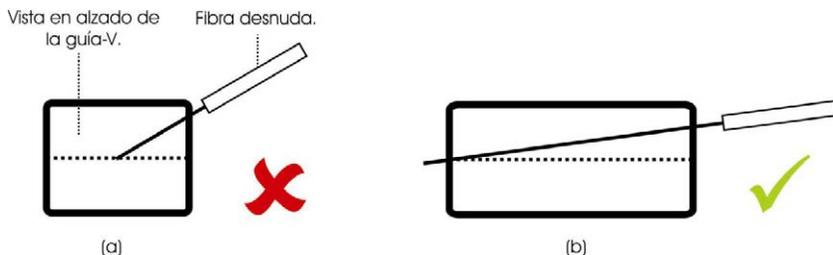

Figura 8.- Forma de posicionamiento.
- a) Coloque la fibra óptica con el corte sobre la guía en V. El extremo de la fibra óptica no ha de tocar la parte inferior de la guía-V. Vea Figura 8.- (a) (b).